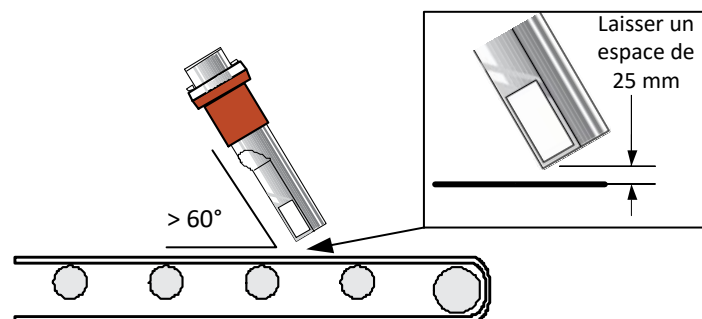

Figure 11 : Hydro-Probe orientée à 45° pour limiter l'accumulation
- Le corps de l'Hydro-Probe peut être installé avec un angle de 90 à 60° par rapport au convoyeur à bande pour limiter l'accumulation de matériau. Il est important de conserver l'angle de 45° par rapport à l'écoulement de matériau et l'espace de 25 mm avec le convoyeur à bande. Voir Figure 11.